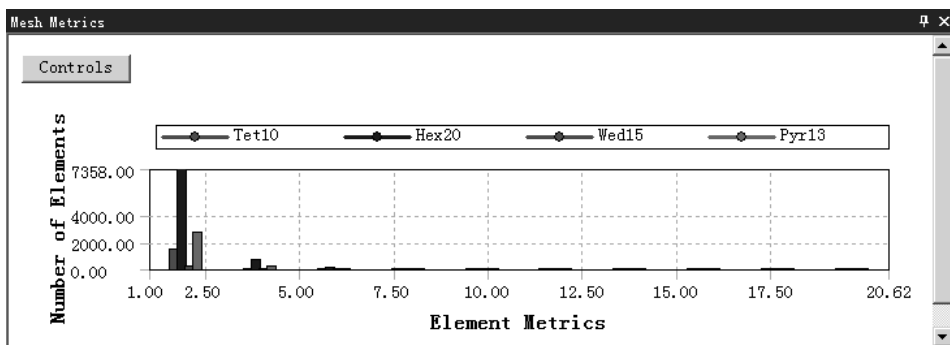

图 5.4.11 检查结果统计图表（三）
- ◆ 雅克比率 (Jacobian Ratio)。雅克比率适应性较广，一般用于处理带有中节点的单元，选择此选项，在信息栏中打开图 5.4.11 所示的检查结果统计表（三）。